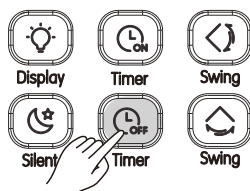

Abb. 3.18
1. Drücken Sie (siehe Abb. 3.18), und die Fernbedienung zeigt "Timer Off" an, und "0.0h" erscheint im Timerbereich. Stellen Sie nun den Sleep-Timer ein;